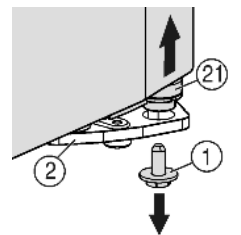
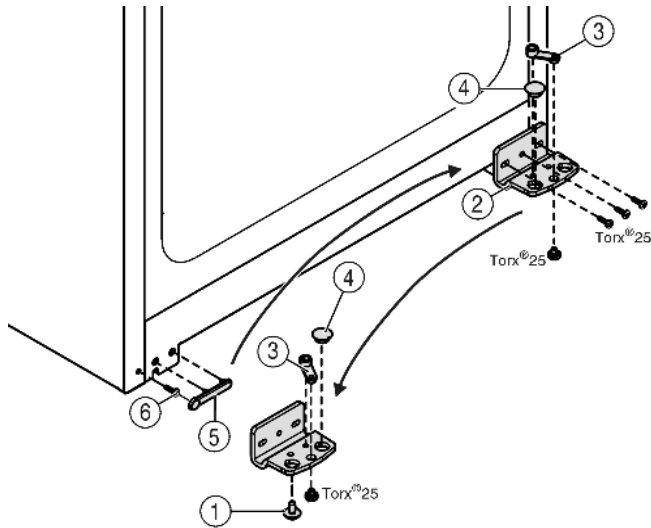

Fig. 5
Fig. 6
- ▶ Rechts onder aan de lagerbus de borgschroef Fig. 5 (1) uitdraaien.
- ▶ De lagerbout Fig. 5 (21) komt uit de lagerbus Fig. 6 (2) los.
- ▶ Indien de lagerbout Fig. 5 (21) niet kan worden losgedraaid, de bout van onderaf naar buiten drukken.
- ▶ Lagerbus Fig. 6 (2) losschroeven.
- ▶ Lagerdeel Fig. 6 (3) losschroeven en in het tegenoverliggende opnamegat van de lagerbus omzetten en weer vastschroeven.
- ▶ Stop Fig. 6 (4) uit de lagerbus verwijderen en in de tegenoverliggende opening van de lagerbus omzetten.
- ▶ Afdekking Fig. 6 (5) aan kant van de greep voorzichtig wegnemen.
- ▶ Schroef Fig. 6 (6) uitdraaien en aan de andere kant weer indraaien.
- ▶ Afdekking Fig. 6 (5) weer terugplaatsen.
- ▶ Lagerbus Fig. 6 (2) aan de nieuwe scharnierzijde evt. met behulp van een accuschroevendraaier weer **goed (met 4 Nm)** vastschroeven.
- ▶ Borgschroef Fig. 5 (1) onder in de lagerbout draaien en vastschroeven (**met 4 Nm**).